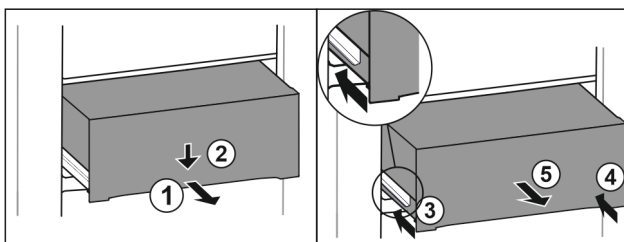

Fig. 104
- Estrarre il cassetto a metà. Fig. 104 (1)
- Premere il cassetto sul lato anteriore verso il basso. Fig. 104 (2)
- Spingere la guida sinistra di circa 2 cm verso l'interno. Fig. 104 (3)
- Spingere la guida destra di circa 2 cm verso l'interno. Fig. 104 (4)
- Rimuovere il cassetto tirandolo in avanti. Fig. 104 (5)